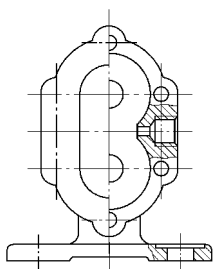

图 12-26 修剪成半剖视图
3) 分解图块，将左视图修改成半剖视图，如图 12-26 所示。